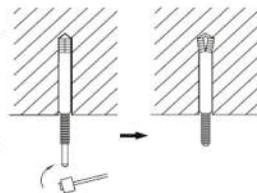

Fig.8
- (3). Insérez les boulons d'ancrage dans les trous percés, puis introduisez complètement les goupilles dans les boulons d'ancrage à l'aide d'un marteau. (Fig.8)